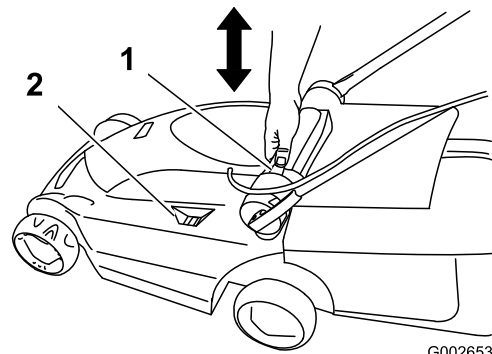

Bild 19
2. Drücken Sie mit dem Daumen auf die Taste zum Einstellen der Schnitthöhe und drücken Sie den Schnitthöhenhebel nach unten oder ziehen Sie ihn nach oben, bis Sie die gewünschte Einstellung auf der Schnitthöhenanzeige erreicht haben (Bild 19).